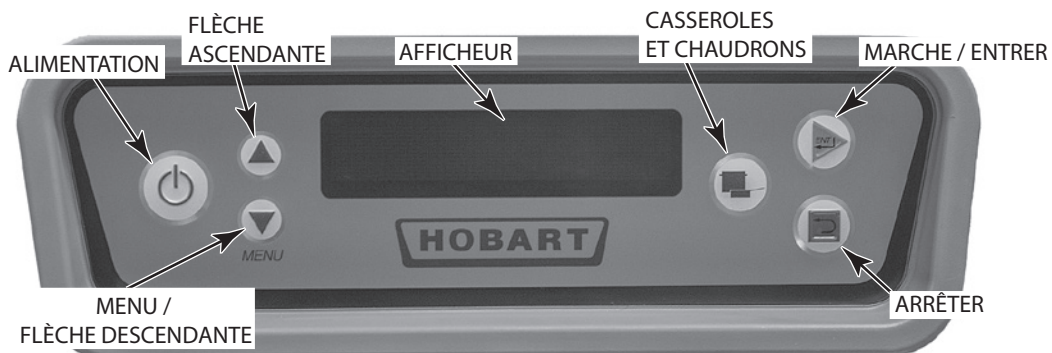

Fig. 30
Le poste de commande est monté sur le dessus de l'appareil. Le clavier et l'afficheur sont situés à l'avant du poste de commande (Fig. 30).
Fermer toutes les portes. Pour démarrer le remplissage quand l'appareil est prêt, appuyer sur la touche ALIMENTATION [POWER] (Fig. 30).
5. Appuyer sur la touche ALIMENTATION [POWER] (Fig. 30). Le lave-vaisselle se remplit automatiquement (voir Remplissage du lave-vaisselle ci-haut). Une fois la cuve remplie, le brûleur s'allume si le chauffage est requis. Le système d'allumage prévoit une période de prépurge de 15 secondes avant d'effectuer l'allumage.
6. Si l'appareil ne fonctionne pas, appuyer sur la touche ALIMENTATION [POWER] (Fig. 30) et fermer le robinet du gaz. Communiquer avec le Service de l'entretien Hobart le plus près ou avec le fournisseur de gaz.
Lorsque le lave-vaisselle est rempli, faire démarrer les pompes en appuyant sur la touche MARCHE/SAISIR [START/ENTER] (Fig. 30) ou en insérant un panier dans l'appareil.
Le dispositif d'arrêt momentané du convoyeur (standard) permet à l'utilisateur d'immobiliser le convoyeur de manière à laver plus longtemps la vaisselle encrassée. Appuyer sur la FLÈCHE DESCENDANTE située sur le clavier (Fig. 30) jusqu'à ce que le symbole < apparaisse à gauche du dispositif d'arrêt momentané du convoyeur. Lorsque le panier à vaisselle atteint la zone de lavage, appuyer sur la touche MARCHE/ENTRER située sur le clavier (Fig. 30) pour arrêter le convoyeur momentanément. Pour redémarrer le convoyeur, appuyer sur la touche MARCHE/ENTRER située sur le clavier (Fig. 30).
Un mécanisme contre les surcharges permet l'arrêt du moteur du convoyeur en cas de blocage des paniers ou de charges excessives et l'afficheur indique 'Dégager le convoyeur'. Ouvrir les portes et dégager le blocage puis refermer les portes et appuyer sur la touche MARCHE / SAISIR pour remettre l'appareil en marche (Fig. 30).
Quand le lave-vaisselle fonctionne, toutes les températures apparaissent sur l'afficheur (Fig. 30). L'afficheur indique - - - pour la température de rinçage jusqu'à ce qu'un panier soit dans la zone de rinçage; alors la température de rinçage est affichée. Une fois la vaisselle sortie de la zone de rinçage, l'affichage de la température de rinçage final revient à - - -.
La fonction Mode casseroles et chaudrons, standard sur tous les modèles CLeN, permet à l'utilisateur de laver les casseroles et chaudrons encrassés en indexant les paniers au moyen des deux zones de lavage pré-réglées à une durée précise. Les temps de lavage peuvent être ajustés dans le menu Paramètres, voir page 36. Appuyer sur la touche CASSEROLES ET CHAUDRONS située sur le clavier (Fig. 30) afin d'activer ce mode. Insérer le panier dans le lave-vaisselle. Chaque casier sera indexé deux fois à travers la zone de lavage en fonction de l'heure prédéfinie. L'appareil reviendra au fonctionnement normal si l'utilisateur appuie sur la touche CASSEROLES ET CHAUDRONS ou sur la touche ARRÊT, ou si le temps du programme automatique est écoulé.
Conçue pour économiser l'électricité, la minuterie entame un compte à rebours si aucun panier n'est introduit dans le lave-vaisselle, qui, une fois terminé, entraîne l'arrêt des moteurs des pompes et du convoyeur. Le chauffage se poursuit dans les cuves et les températures sont affichées à l'écran. Pour reprendre le fonctionnement normal du lave-vaisselle, y insérer un panier ou appuyer sur la touche MARCHE / SAISIR (Fig. 30).
1. Appuyer sur la touche ALIMENTATION (Fig. 30) pour éteindre le lave-vaisselle.